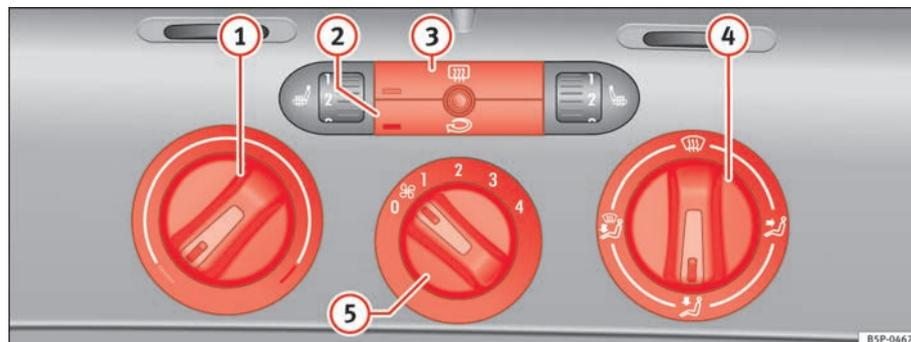

Fig. 125 Mandos de la calefacción en el tablero de instrumentos
- Con los reguladores ⇒ fig. 125 ① y ④ y con el mando ⑤ se regula la temperatura, la distribución del aire y la velocidad de la turbina.
- Pulse la tecla ② o ③ para activar o desactivar la función correspondiente. Cuando la función está activa, la ventana situada en la esquina inferior izquierda de la tecla se ilumina.